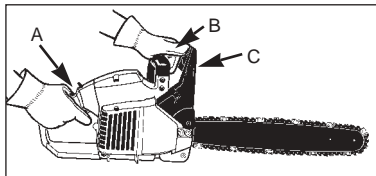

Abb. 11
**D****TESTEN SIE DIE KETTENBREMSE WIE FOLGT (Abb.11):**
3. Ergreifen Sie den hinteren Griff (A) mit der rechten Hand.
4. Mit der linken Hand halten Sie den vorderen Griff (B) fest [nicht den Kettenbremshebel (C)].
5. Drücken Sie den Gashebel auf 1/3 Geschwindigkeit und aktivieren Sie dann sofort den Kettenbremshebel (C).